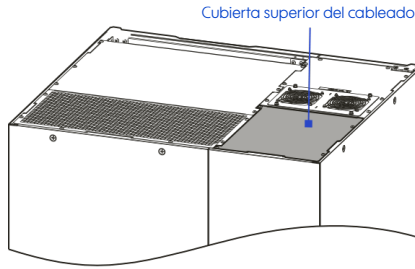

Figura 3-18 Ubicación de la cubierta superior del cableado del UPS-IND HF 13300 y 13400
2. Utilice el desarmador para desenroscar los tornillos de fijación de la cubierta superior del cableado (como se muestra en la figura 3-18).